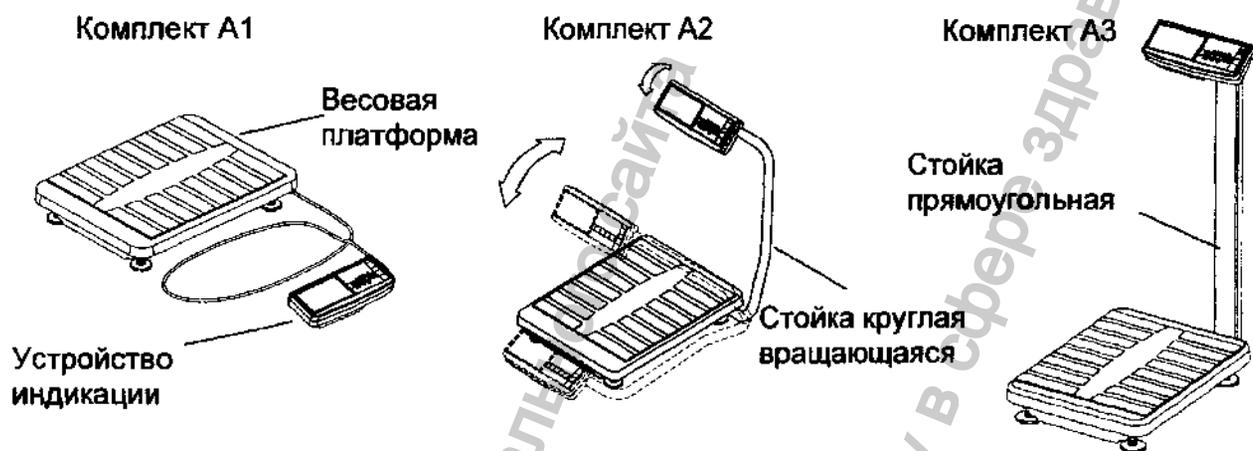

Рисунок 5.1 - Внешний вид весов
5.1 Весы состоят из весовой платформы и устройства индикации. В зависимости от способа установки устройства индикации весы поставляются в следующих комплектах (рисунок 5.1):
- вращая стойку (рисунок 5.1) установить ее в удобное для работы положение и зафиксировать, плотно затянув винты в кронштейнах основания (восемь винтов). На входе в стойку оставить припуск кабеля длиной 20 ± 30 мм;